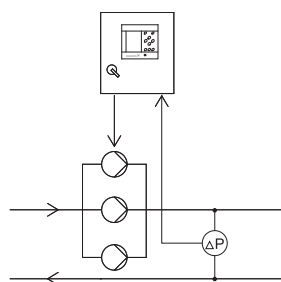

Рис. 19 Перепад давления
- Перепад давления, см. рис. 19.